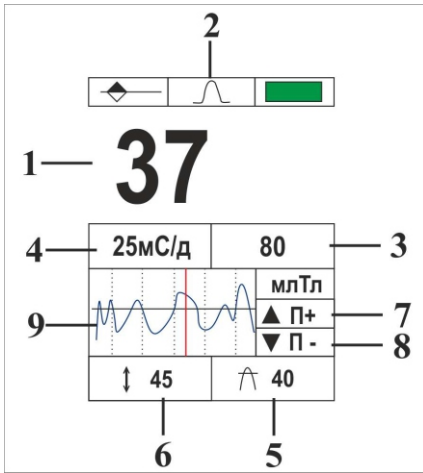

Рисунок 5
Примечание - В режиме измерения импульсного поля есть возможность изменять порог срабатывания триггера. Порог можно увеличивать / уменьшать при нажатии кнопок «ВНИЗ» / «ВВЕРХ» и отображается на дисплее (рисунок 5, обозначение 3).
**10.6.4** В режиме измерения импульсного магнитного поля предусмотрена возможность изменения горизонтального масштаба, текущий масштаб отображается на дисплее (рисунок 5, обозначение 4).